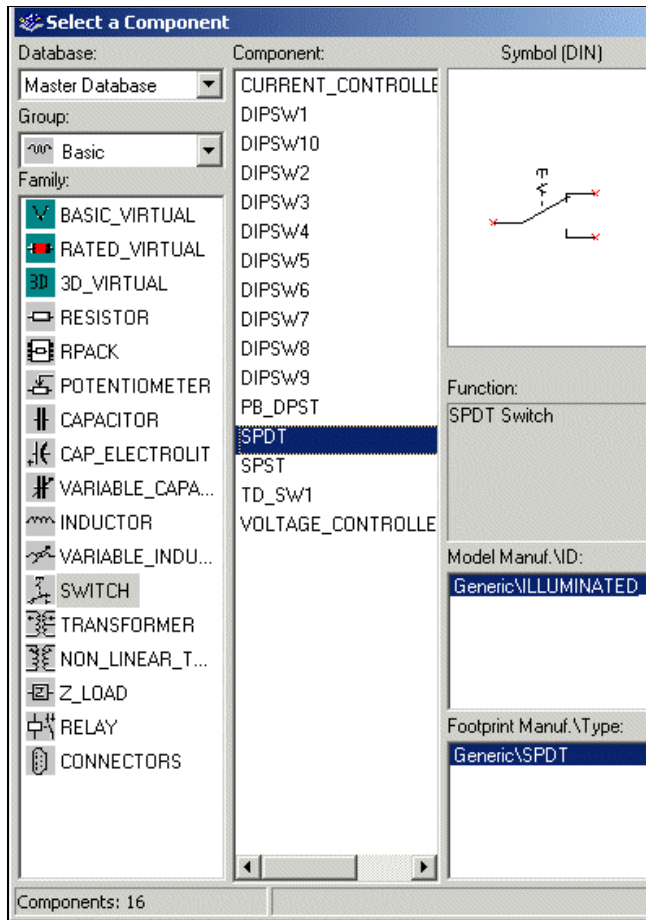

Figuur 5
- Kies hieruit bijvoorbeeld de *Probe Red* (zie Figuur 5).